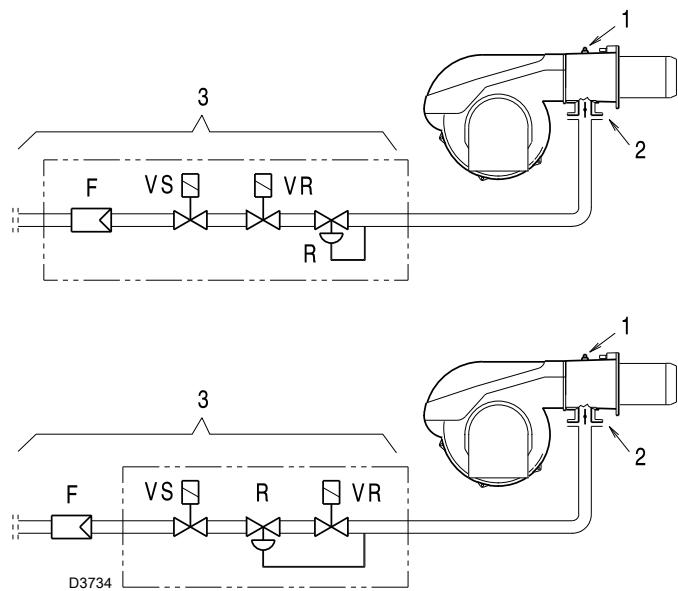

图 23
测试点 1)(图 23) 处测得的燃气压力，此时：
燃气蝶阀 2)(图 23) 处的压力损失，此时蝶阀最大开启角度为：90°。
- 用测试点 1)(图 23) 测得的燃气压力减去炉膛背压。
测试点 1)(图 23) 处燃气压力 = 11.7 mbar
计算测试点 1)(图 23) 处所需燃气压力，将燃烧器以最大出力运行：
- 读出右边栏 1 所示测试点 1)(图 23)。
测试点 1)(图 23) 处所需压力。